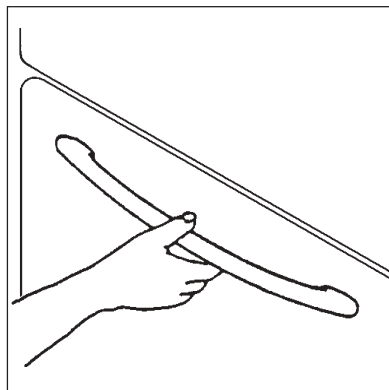

Fig. 8
**Pour ouvrir la porte du four, empoignez toujours la poignée au centre (voir figure 8).**
1. Appuyez sur la touche "**Temps**" pour sélectionner la fonction "**Minuteur**" (Fig.8). Le voyant "**minuteur**" clignote et «0.00» s'affiche.